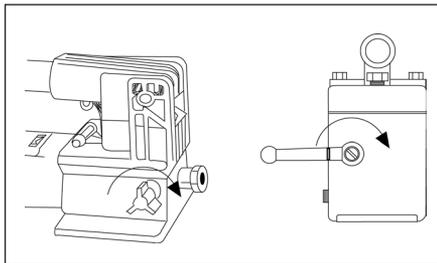

Figura 6
1. Închideți valva de înaltă presiune rotind-o în sens orar, așa cum se arată în Figura 6.